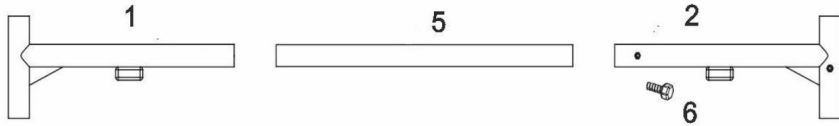

Figur 2
Sätt det vänstra stödröret (3) på lastbilsflakets skena med en bult av J-typ (7) och bottenstöd fyrkantör (10), M10 bricka (8), M10 låsmutter (9), upprepa steget ovan för ytterligare en och de två högra tvärbalkarna(2). Och vänsterstödet röret och det högra stödröret måste på samma linje, dra slutligen åt muttern. Visa som figur 2